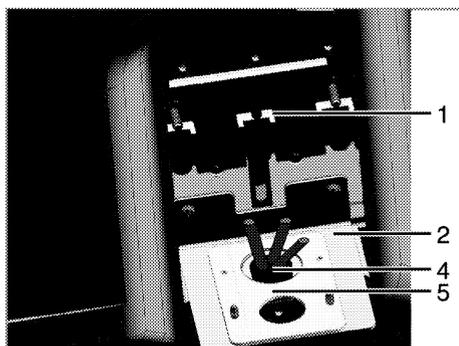
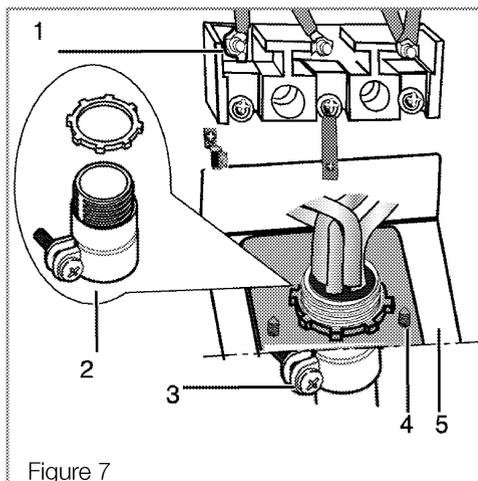

Fig.5
Figure 7
- 2 - Enlever le cordon d'alimentation/ la plaque de conduction montré à la Figure 5, en enlevant les deux vis qui sécurisent le support de l'appareil.
- 2- Déterminer la grandeur du conduit nécessaire et si besoin, enlever le cordon d'alimentation/la plaque du conduit tel que montré à la Figure 7 et renverser la plaque pour que la bonne grandeur de l'ouverture de la plaque pour votre conduit soit directement au dessus de l'ouverture de 1-3/8 po. du support de l'appareil Figure 5. Sécuriser le cordon d'alimentation/la plaque de conduction en utilisant les mêmes vis que vous avez enlevé pour enlever la plaque.
- 3- Sécuriser le conduit du cordon d'alimentation/plaque de conduction en utilisant un connecteur de conduit sur la liste ou un connecteur de restriction comme montré à la fig. 7